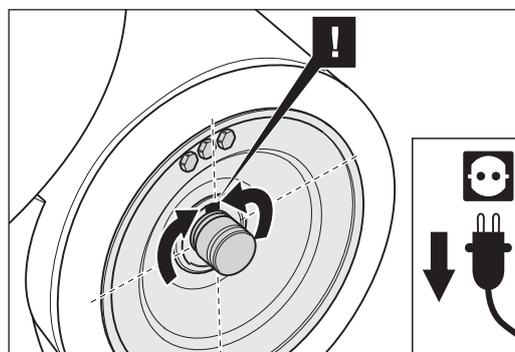

Abb. 69 Die Schleifwalze drehen bis die Passfedernut nach oben zeigt, damit die Passfeder nicht aus der Welle fallen kann.
- 7 Drehen Sie die Schleifwalze bis die Passfedernut nach oben zeigt, damit die Passfeder nicht aus der Welle fallen kann (Abb. 69).